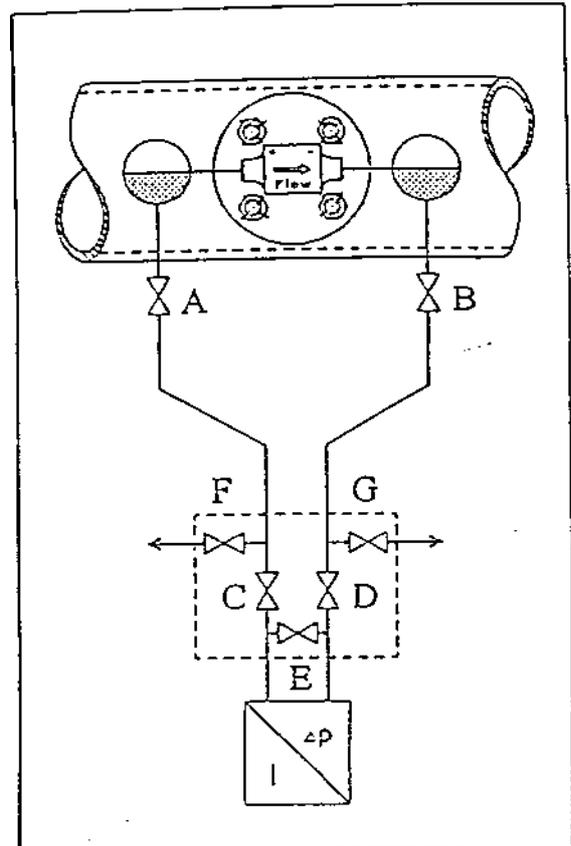

Рис. 13: Размещение зонда и датчика разности давлений
- /см. рис. 13/
При измерениях в парах датчик должен быть всегда установлен внизу от ГГВАР- зонда , чтобы избежать образование воздушных включений в подключениях к прибору (см. рис. 13).